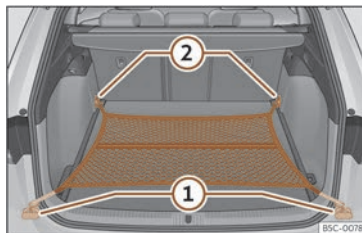

Fig. 186 Dans le coffre à bagages : filet accroché au niveau du plancher.
- Fixez les crochets du filet aux œillets d'amarrage >>> **fig. 186** (1) et (2) >>> . La fermeture à glissière du sac doit rester vers le haut.